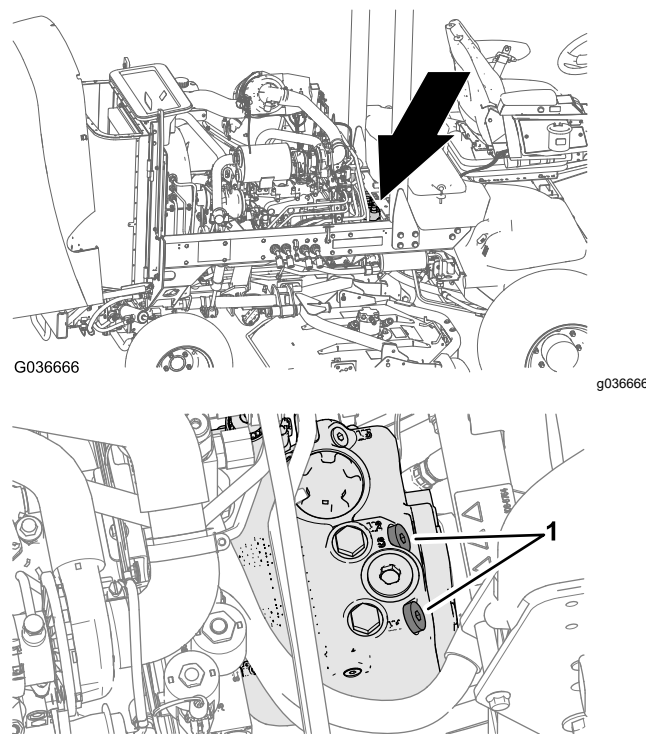

Figura 36
1. Otevřete kapotu a na horní straně čerpadla za akumulátorem/úložnými boxy vyhledejte obtokové ventily (Figura 36).